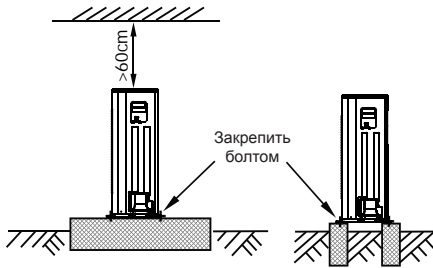

Рис. 6-6
- Создавайте бетонный фундамент согласно спецификациям на наружные блоки (см. рис. 6-6).
- Надежно крепите опоры блока болтами для предотвращения разрушения его в случае землетрясения или сильного ветра (см. рис. 6-6).